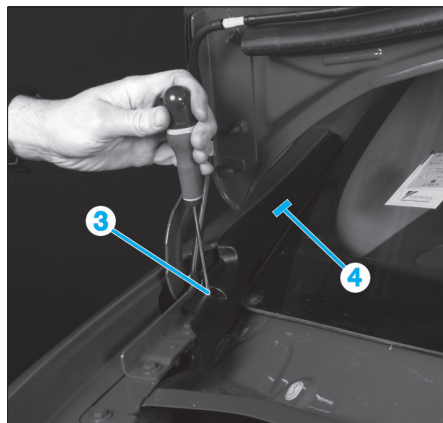

Fig. 87
- Déposer la vis (3) et dégrafer la garniture (4) (Fig.87).